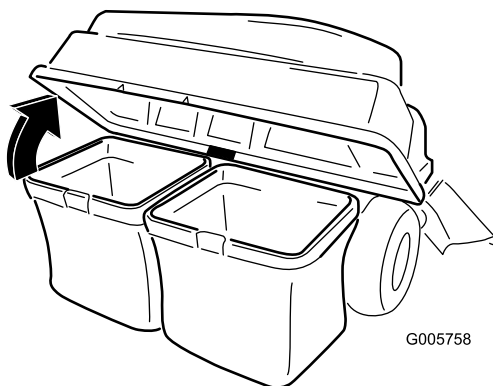

Bild 26
3. Heben Sie die Abdeckung des Heckfangsystems an (Bild 26).